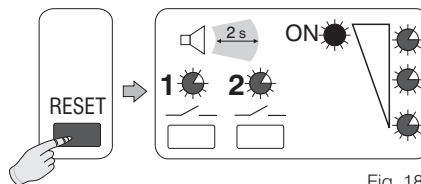

Fig. 18
- Premere brevemente il **tasto "RESET"**: al rilascio tutti i **LED** si accenderanno in concomitanza ad un **segnale acustico**. Il **LED ON** rimarrà **acceso fisso** (fig. 18).